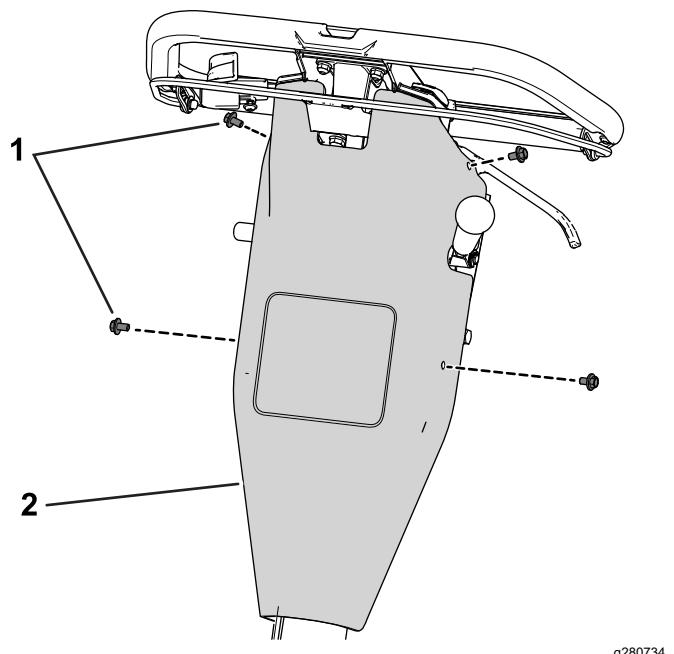

Figure 41
- B. Déposez le couvercle de commande en retirant les vis qui le fixe au panneau arrière (Figure 41).